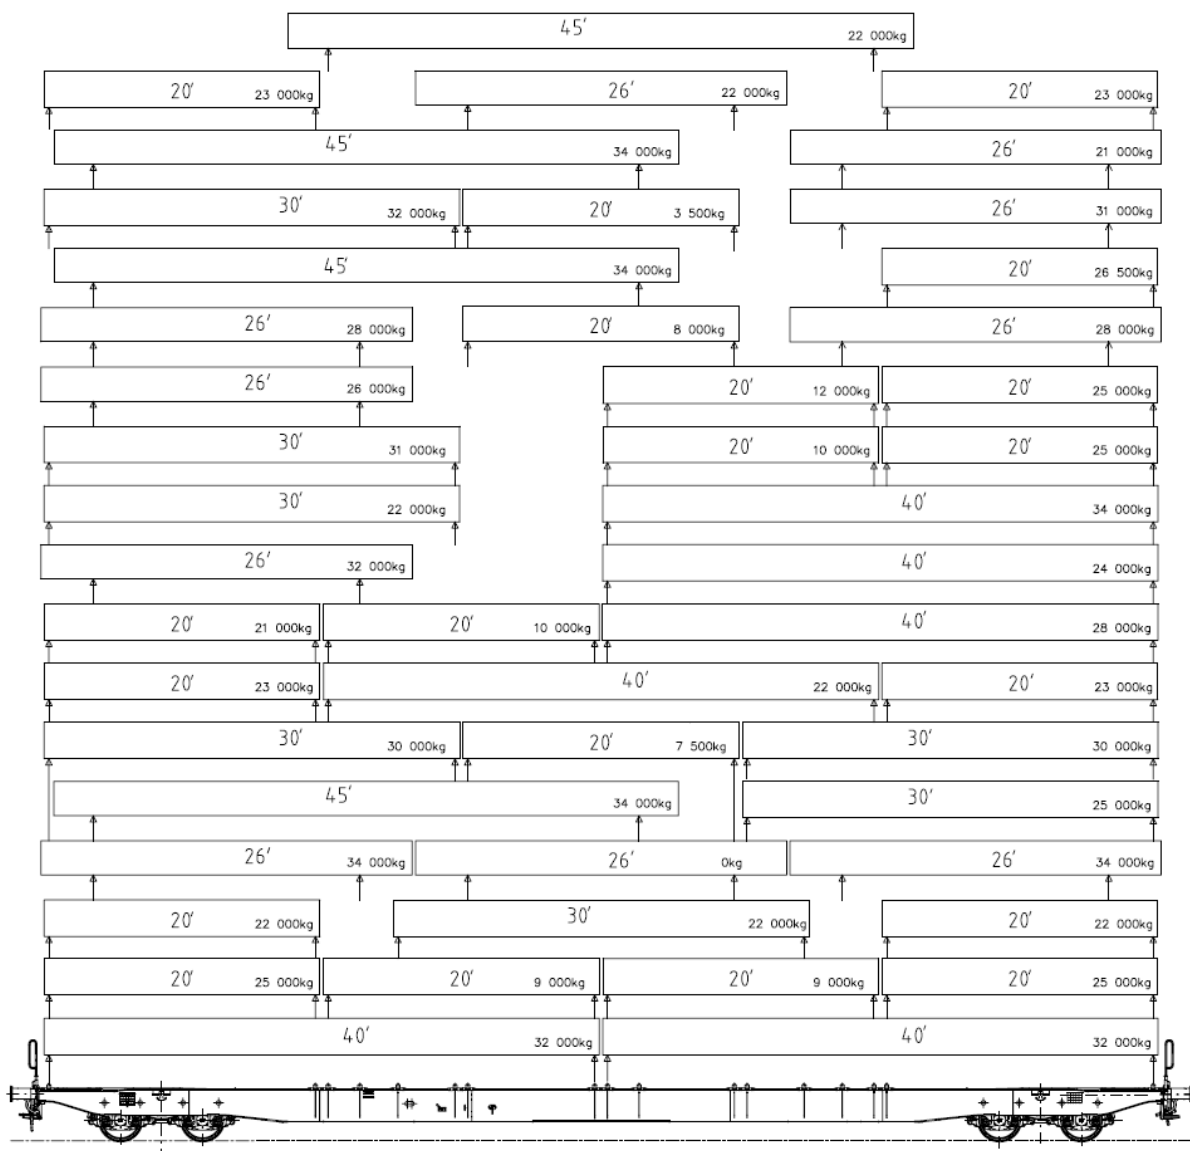

Abb. 2
- das nachfolgende Container-Ladeschema (20-, 26-, 30-, 40- und 45-Fuß Container) (**Abb. 2**)
- bei der Beladung ist das Container-Ladeschema (**Abb. 2**) - die Größe und das maximale Gewicht der Container - zu beachten. Die zulässigen Lastgrenzen dürfen auf keinen Fall überschritten werden